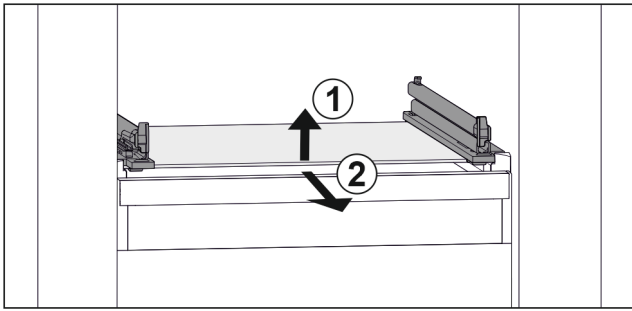

Fig. 166 Приблизне відображення скляної пластини
- ▶ Підняти скляну пластину спереду. Fig. 166 (1)
- ▶ Вийняти скляну пластину рухом вперед. Fig. 166 (2)